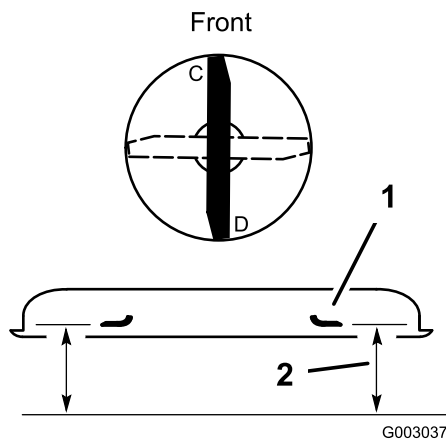

Figure 51
2. Tournez une lame dans le sens longitudinal (Figure 51). Mesurez la distance aux points **C** et **D** entre une surface plane et le bord coupant des pointes des lames (Figure 51).